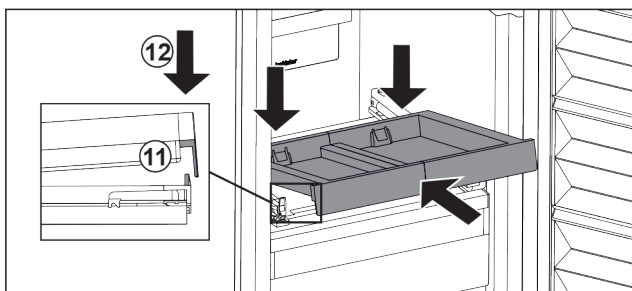

Fig. 45
- Skub skråt ind. Vær opmærksom på, at anslaget sidder er bag lasken. Fig. 45 (11)
- Sæt udtrækshylden ned foran. Fig. 45 (12)